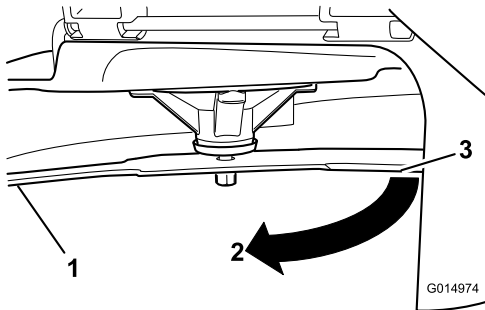

Figura 57
3. Segunda distancia medida entre cuchilla y superficie (B)
4. Gire la misma cuchilla 180 grados de manera que el otro extremo esté en la misma posición (Figura 57).